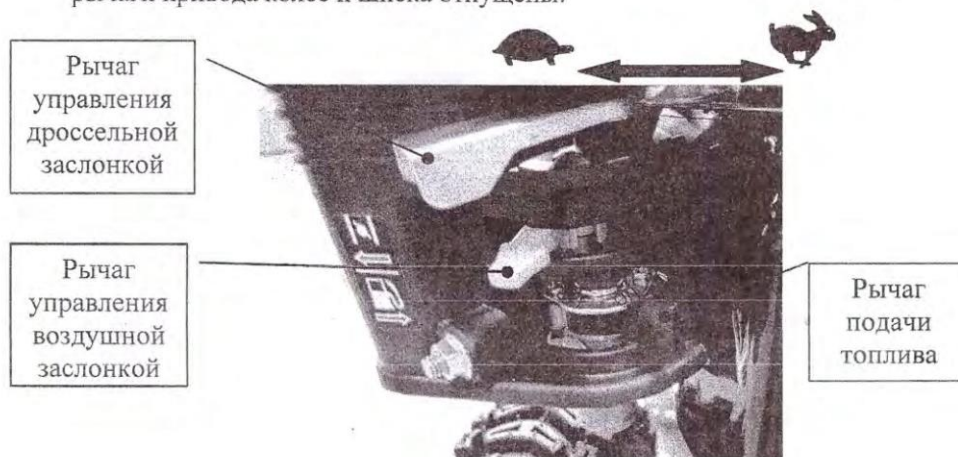

Рисунок 8.
1. Установить рычаг крана подачи топлива в положение "ON" «Включено» рисунок 8.
3. Установить рычаг управления дроссельной заслонкой вправо в положение «» рисунок 8.
положение «  » рисунок 8.